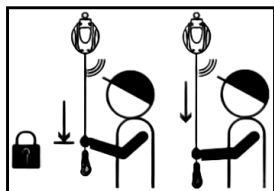

Fig. 1
- Suspensa los dispositivos anticaídas retráctil verticalmente, tire del cable despacio. Inspeccione el cable de acero en busca de cortes, torceduras, alambres rotos, salpicaduras de soldadura, corrosión, áreas de contacto químico, etc. (ver Fig.1)